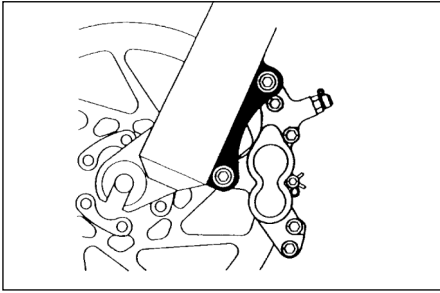
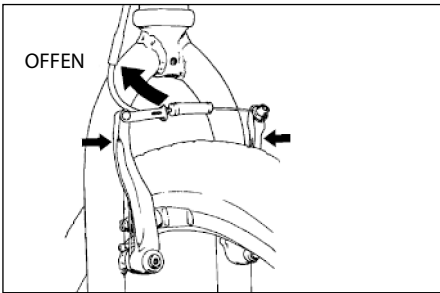

Abbildung 11.
Abbildung 12.
- (1) Besitzt Ihr Fahrrad Felgenbremsen, dann lösen Sie den Hebel für die Vorspannung an den Bremsen, um den Abstand zwischen den Belägen und dem Reifen zu vergrößern (siehe ABSCHNITT 4.C, Abb. 11 bis 15).
- (2) Wenn Ihr Fahrrad Felgenbremsen hat, dann lösen Sie den Hebel für die Vorspannung an Ihren Bremsen, um den Abstand zwischen den Belägen und dem Reifen zu vergrößern (siehe ABSCHNITT 4.C, Abb. 11 bis 15).
- (3) Wenn Ihr Fahrrad ein Schaltwerk hat, dann greifen Sie das Schaltwerk mit der Hand und ziehen es nach hinten.
3. **Einige fahrradbremse wie z. B. Scheibenbremsen (abb. 11) Und Cantilever bzw. V-brakes (abb. 12) Sind extrem leistungsstark.** Machen Sie sich mit diesen Bremsen besonders gut vertraut und seien Sie besonders vorsichtig, wenn Sie diese nutzen.
Die meisten Bremsen verfügen über eine Art Schnellspannmechanismus, der dafür sorgt, dass der Abstand zwischen Bremsbelägen und dem Reifen größer wird, so dass das Laufrad besser aus- oder eingebaut werden kann. Wenn der Schnellspanner offen ist, sind die Bremsen außer Funktion. Bitten Sie Ihren Händler sicherzustellen, dass Sie die Funktionsweise der Schnellspanner an Ihrem Rad verstanden haben (siehe Abb. 11, 12, 13, 14 u. 15) und vergewissern Sie sich jedes Mal, bevor Sie aufs Rad steigen, dass beide Bremsen richtig funktionieren.